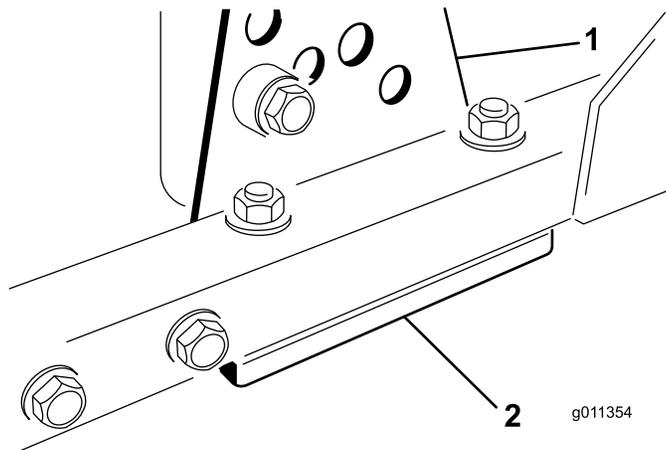

Figura 13
- Togliete la staffa dell'altezza di taglio (anteriore, sinistra o destra) dal telaio del piatto di taglio (Figura 13).
- Regolate gli spessori di 1,5 mm e/o 0,76 mm fra il telaio del piatto di taglio e la staffa per ottenere l'impostazione dell'altezza desiderata (Figura 13).